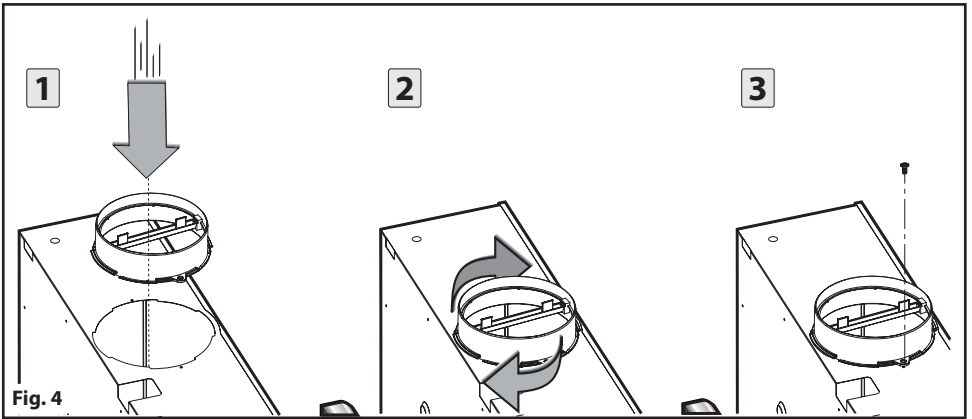

Fig. 4
- Montare la flangia sul foro di evacuazione aria ruotando fino allo scatto di arresto e fissata con una vite (**Fig.4**)